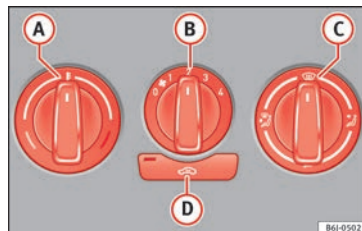

Fig. 165 Sur le tableau de bord : éléments de commande du chauffage
- Les molettes ①, ② et ③ » fig. 165 servent à régler la température, la vitesse et la répartition de l'air.
- Appuyez sur la touche ④ pour activer ou désactiver le recyclage de l'air ambiant. Quand la fonction est active, un témoin sur la touche s'allume.
- Appuyez sur la touche **D** » fig. 165. Le témoin de la touche s'allume.
Si la molette **C** » fig. 165 est en position de dégel, la trappe de recyclage sera toujours ouverte et l'air entrera de l'extérieur.
- Tournez le régulateur de température » fig. 165 **A** vers la gauche.
- Tournez le régulateur de température » fig. 165 **A** vers la droite pour sélectionner la puissance de chauffage souhaitée.
- Orientez le flux d'air dans la direction souhaitée à l'aide du régulateur de répartition d'air (C).
- Tournez le régulateur de température » fig. 165 (A) vers la droite jusqu'à la puissance de chauffage maximum.
- Réglez la commande de soufflante (B) sur la vitesse 4.
- Fermez le diffuseur (3).
- Ouvrez et orientez le diffuseur (4) vers les fenêtres latérales.
- Tournez le régulateur de température » fig. 165 (A) vers la zone de chauffage.
- Placez la commande de soufflante (B) sur l'une des vitesses 2-3.
- Fermez les diffuseurs (3).
- Ouvrez et orientez les diffuseurs (4) vers les fenêtres latérales.